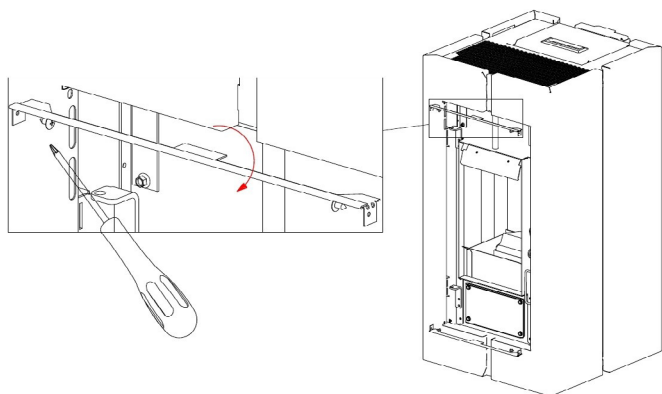

Fig. 38 - Verwijdering profielen
- De 4 schroeven losdraaien en de zwarte profielen onder en boven de deur verwijderen (zie **Fig. 38 op pag. 22**).